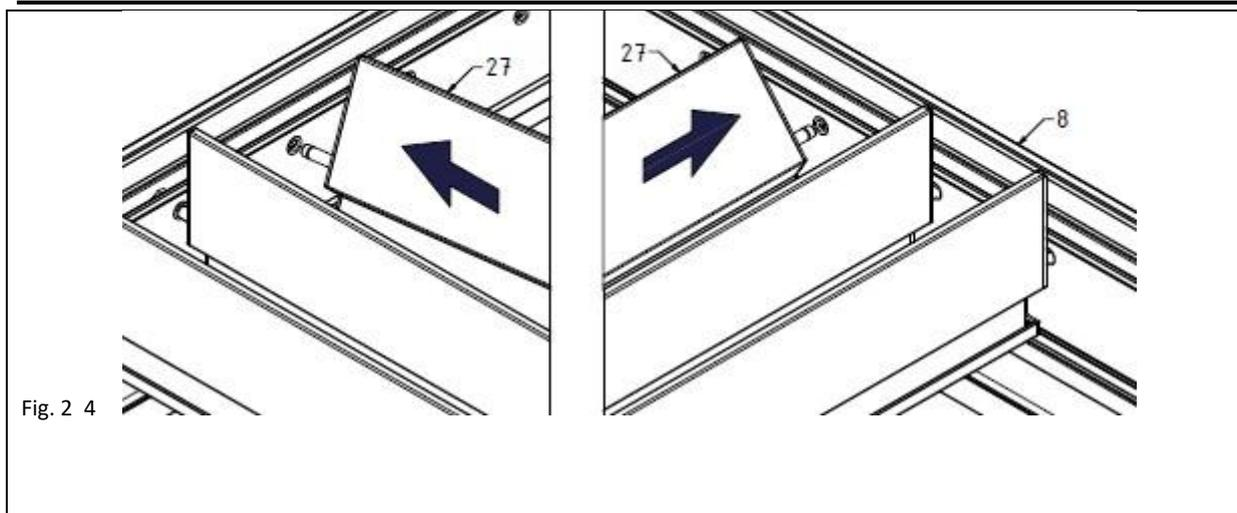
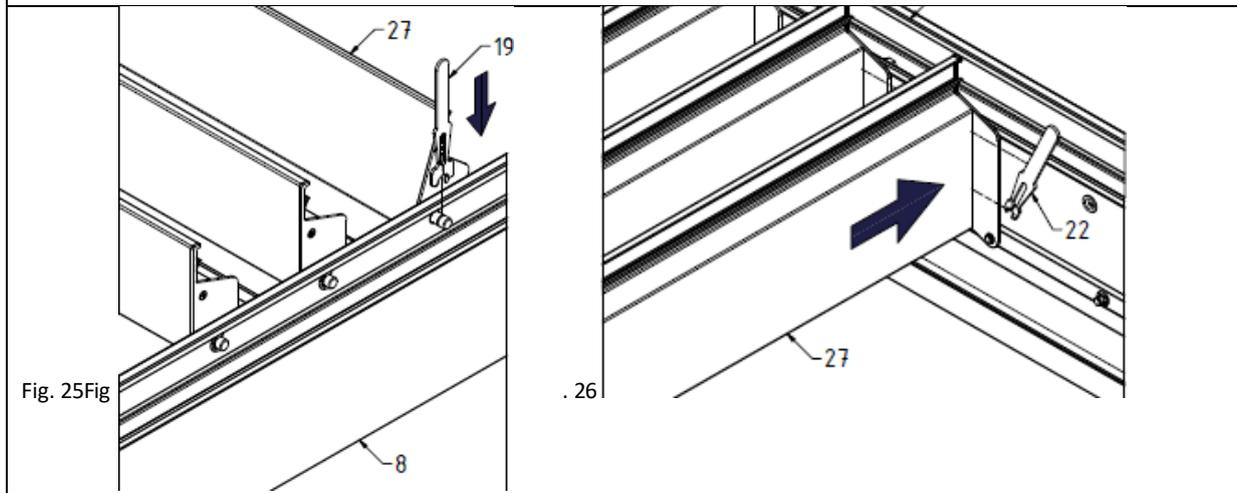

Fig. 24
Fig. 25
26. Iniziare l'installazione delle lamelle successive (27) dal lato delle lamelle motrici (17) andando verso le estremità della pergola e seguendo le indicazioni dei punti. 12/13 e par. 15 secondo il posizionamento del lato motore (7) e del lato portante (8) come illustrato in fig. 24 e fissando le lamelle dall'interno della trave con una fascetta DIN6799 - 10 usando la chiave di montaggio in dotazione (19) - fig. 25.
27. Spingere le lamelle (27) sui perni dei tiranti durante il montaggio e fissarle con una fascetta DIN 6799 - 7